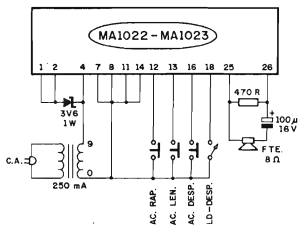

Fig.1
- FIG. 1 - O CIRCUITO - "O circuito", na verdade, está praticamente todo "dentro" do módulo (MA1022 ou MA1023), que contém (como já dissemos...) os blocos responsáveis pela "divisão" e "aproveitamento" da "ciclagem" da rede C.A. local, utilizando tal referência como base para a